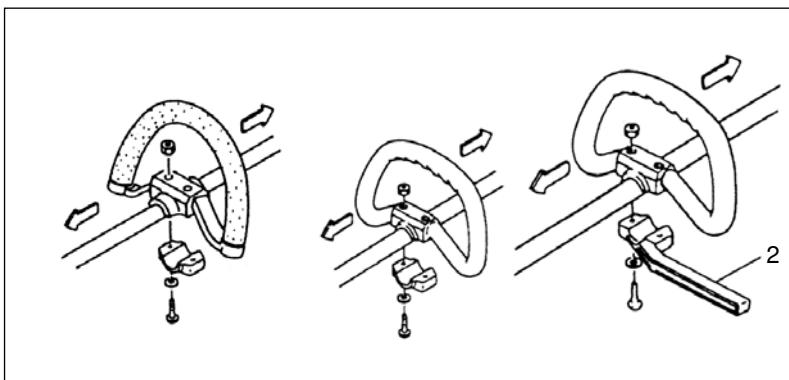

Fig.1-2
Når du bruger ståklninger/stive klinger på lige akseltrimmere eller buskryddere, skal du altid bruge en barrierestang (2) og en skuldersele med løkkehåndtaget (fig.1-2).